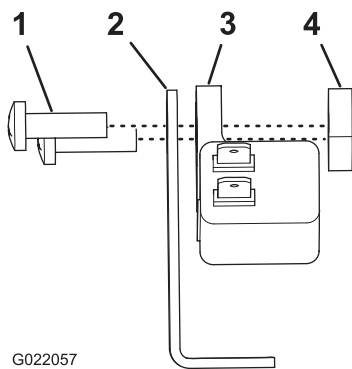

図 3
1. スイッチブラケットを2ピンスイッチにセットする：スイッチのピンが上向きになるように、また、ブラケットの短いフランジがスイッチのボディにかぶさるようにすること（図 3）。
2. ブラケットの長いフランジの穴と、スイッチのフランジヘッドボルトについている穴を通してブラケットをスイッチに整列させる (図 3)。
3. ねじ2本とねじ穴付きプレートを使ってスイッチを固定する (図 3)。